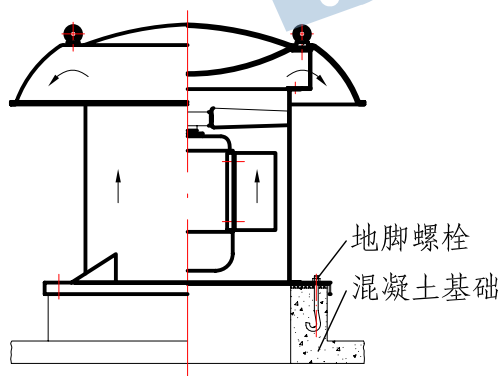
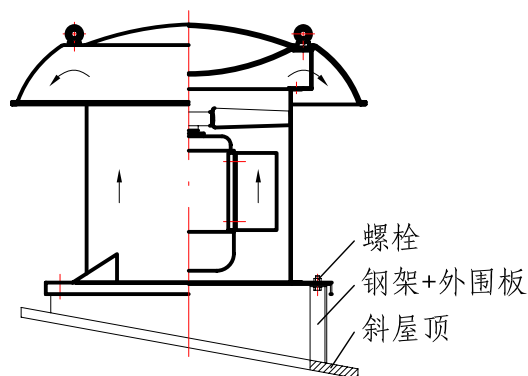

图1
图2
8. 对于平顶式屋顶可采用混凝土基础安装（图1）；对于尖顶式屋顶（斜屋面）可采用钢架结构安装（图2）。为避免漏风，可在风机机座与安装基础之间垫厚橡胶皮。